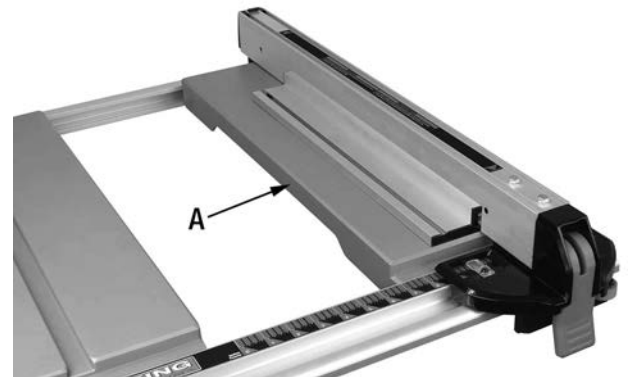
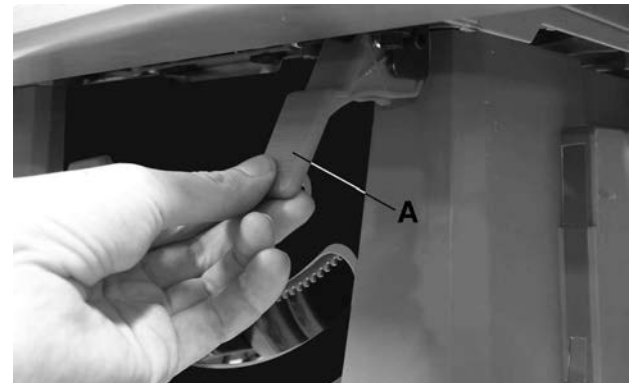

FIGURE 18
FIGURE 19
2. Déverrouillez la rallonge de table (A) Fig.18 en soulevant le levier de verrouillage (A) Fig.19, glissez la rallonge jusqu'à la largeur désirée. Utilisez l'échelle sur la rail avant lorsqu'une largeur spécifique est désirée.
3. Une fois que la rallonge de table est en position voulue, abaissez le levier de verrouillage (A) pour la verrouiller. Le guide à refendre peut maintenant être réinstallé sur la table tel que montré à la Fig.18.